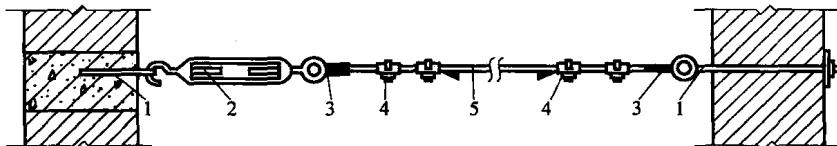

图5-47 钢索配线示意图
- 3) 将钢索架设到固定点处，并用花篮螺栓将钢索拉紧，如图5-47所示。